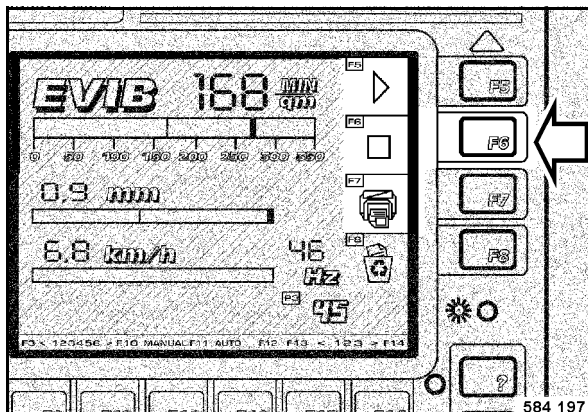

Fig. 95
- En una trayectoria hay que conducir hacia delante y atrás hasta se apaga el campo de control en la izquierda de F5 (Fig. 95) después de pulsar la tecla de stop F6 y se enciende el campo de control F6 que se encuentra debajo.